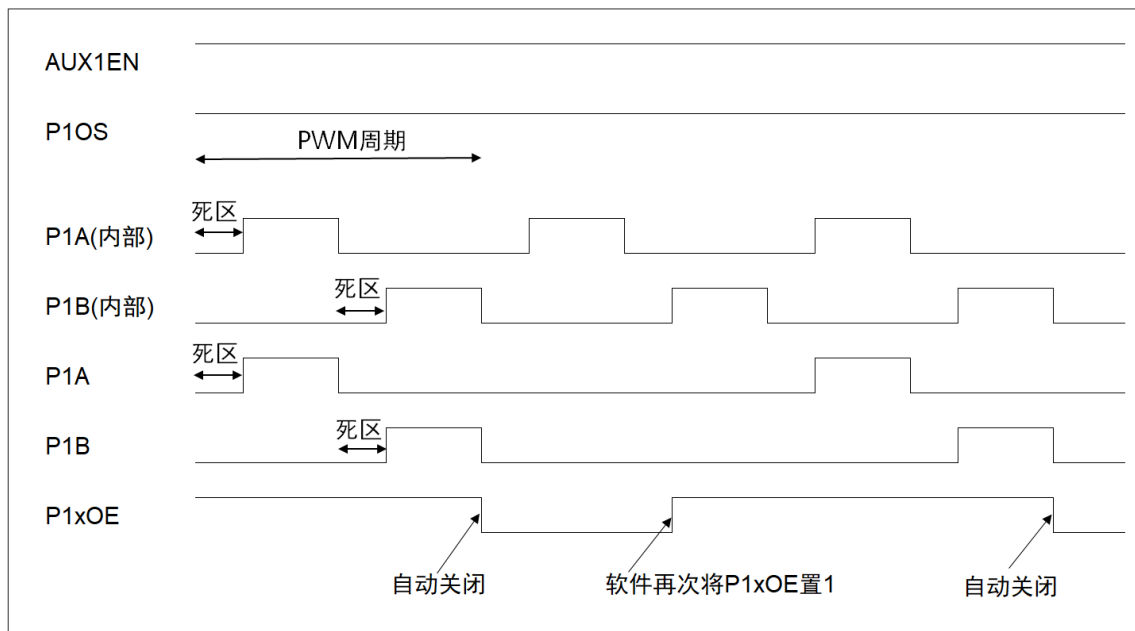

图 10-17 PWM 单脉冲输出 (辅助功能)
2. 单脉冲模式下，输出一次脉冲波形后，P1xOE 自动清零，但 PWM 计数器保持运行，如果软件再次将 P1xOE (x=A~F) 置 1，则在下一个 PWM 周期，PWM 引脚 P1x (x=A~F)将再次输出一次脉冲波形，如图 10-17。